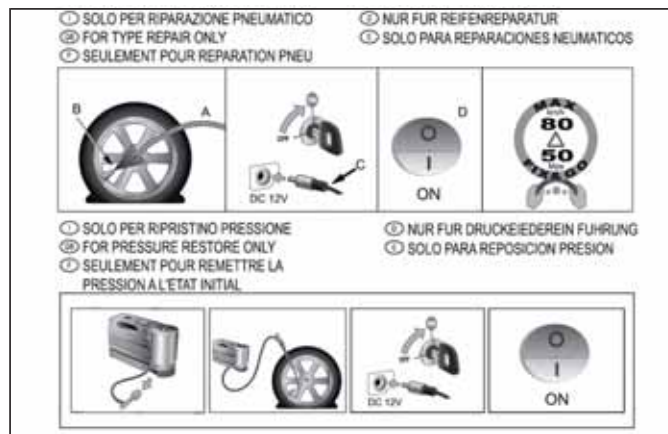

fig. 165
- ❑ un folleto informativo (ver fig. 165), para utilizar correctamente el kit de reparación rápida. El folleto deberá entregarse al personal que manipulará el neumático tratado;